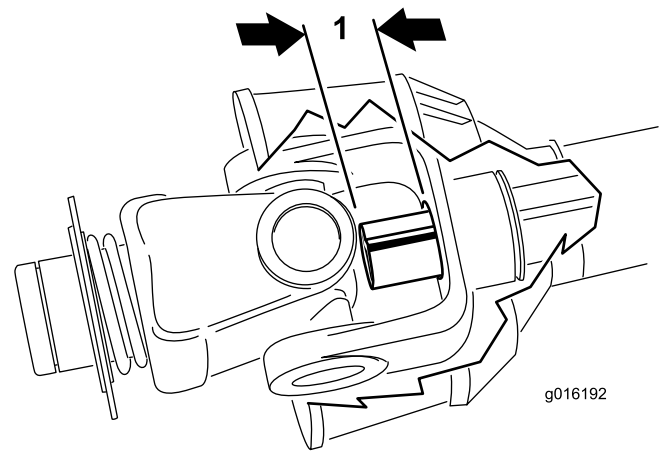

Bild 17
9. Schieben Sie die Zapfwellenrohre zusammen, bis sie ganz zusammengeklappt sind. Stellen Sie sicher, dass das **Innenrohr** nicht in das Kreuz und den Lagerabschnitt des Außenrohrs hineinragt (Bild 17). Falls dies der Fall ist, müssen das Innenrohr **kürzen**, um das Problem zu beheben. Machen Sie mit den nächsten Schritt weiter.
10. Messen Sie, wie weit das Innenrohr in das Kreuz und den Lagerabschnitt des Außenrohrs hineinragt (Bild 17). Addieren Sie diesen Wert zu dem in Schritt 8 erhaltenen Wert.